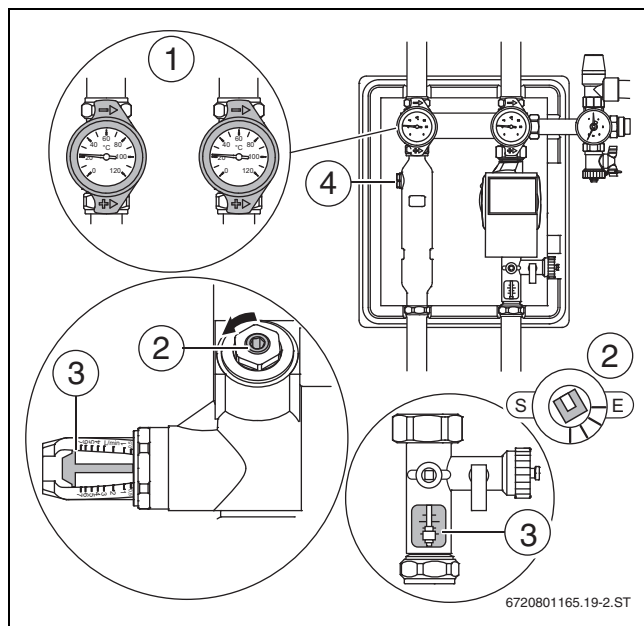

Рис. 42
- Проверьте объёмный поток по смотровому окну ограничителя потока (→ рис. 42, [3]).